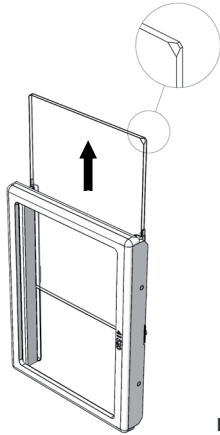

Bild 47
- Das mittlere Heiztürglas kann anschließend nach oben herausgenommen werden (Bild 47).